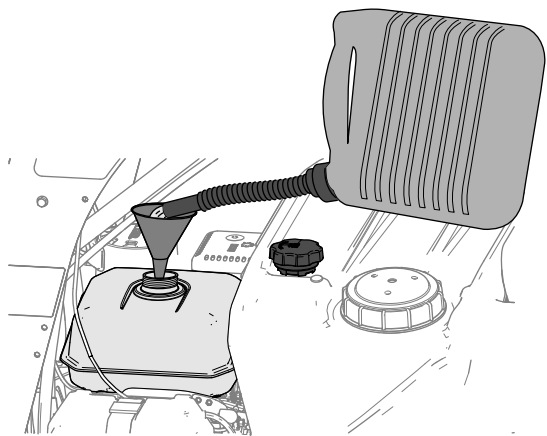

図 16
3. 燃料キャップの周囲をきれいに拭いてキャップを外す 図 16。
4. 燃料タンクの天井から 6-13 mm 程度下まで給油する図 16。タンクの首の部分まで入れないこと。